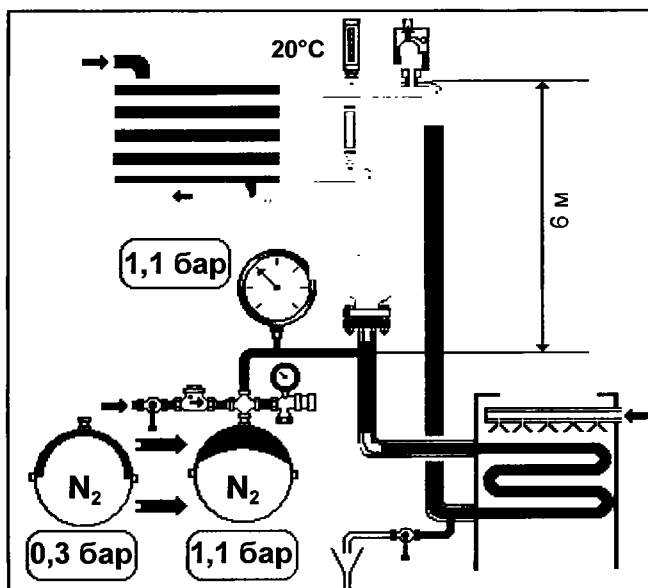

Рис. 80.13.
Но давайте вернемся к нашему бачку, который вы получили с завода. Освобожденный от упаковки бачок пуст, а его мембрана прижата к стенке давлением азота 0,3 бар (см. рис. 80.13).
- А) Для того, чтобы обобщить все предыдущие рассуждения, ответьте каким давлением следует предварительно надуть бачок на установке, представленной на рис. 80.13?
А) Каким давлением следует предварительно надуть бачок на установке (рис. 80.13)?
Вы прибыли для ремонта установки (рис. 80.13), которая нормально работала в течение многих лет. Проведя замеры давлений вы обнаружили, что давление на уровне расширительного бачка равно 0,5 бар. Поскольку разность уровней между верхней точкой гидравлического контура и бачком 6 м, вы дозаправляете контур водой и доводите давление на уровне бачка до 1,1 бар (так как вы человек опытный, вы к геометрической высоте добавили гарантийный запас 0,5 бар). После запуска агрегата температура растет, однако тут же срабатывает дренажный клапан. *Что же случилось с агрегатом?*